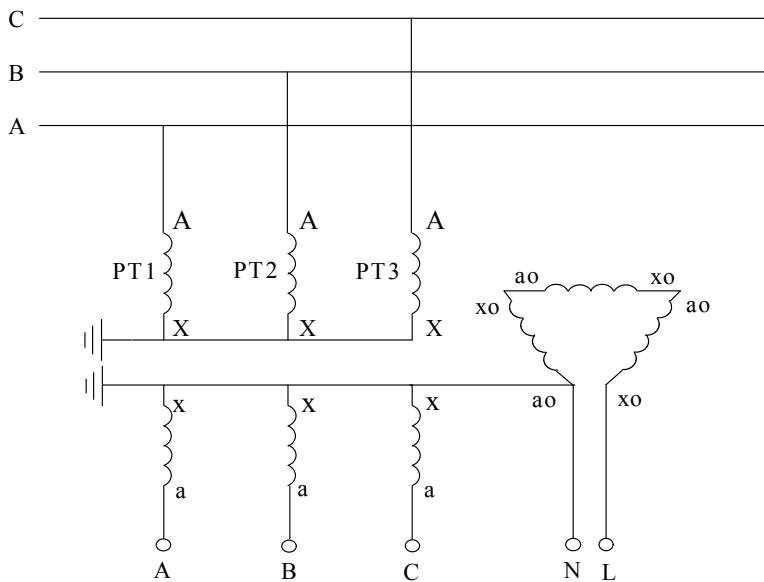
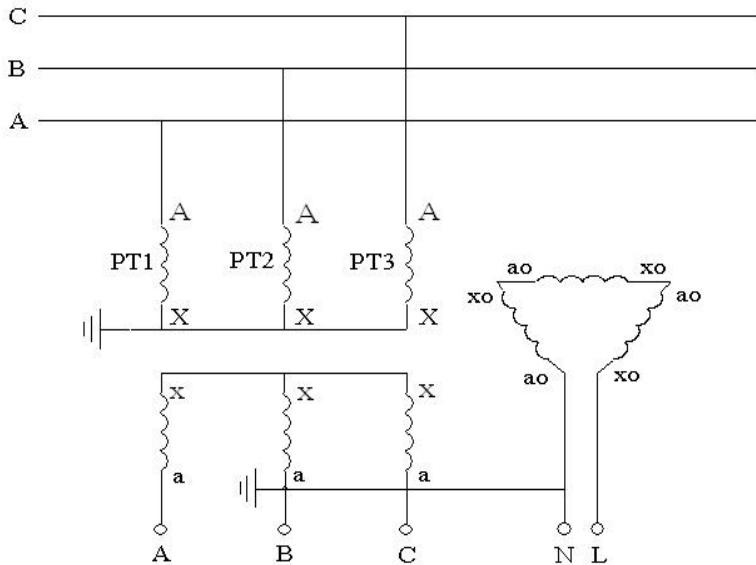

图 5 3PT 连接方式, N 接地
图 6 3PT 连接方式, B 相接地
这种连接方式分“N 接地”、“B 相接地”两种，分别如图 5 和图 6 所示。
图 5、图 6 所示的系统运行方式是从 PT 开口三角测量系统电容电流时所必须的运行方式。而对于一般的系统, 并不都是处于这样的运行方式下, 例如在系统中还接有消弧线圈、PT 高压侧中性点接有高阻消谐器、PT 开口三角接有二次消谐装置等。这时, 为了使用测试仪进行容性电流的测量, 必须将运行方式转换为图 5 或图 6 所示的运行方式。
- (1) 检查测量用的 PT 高压侧中性点是否安装有高阻消谐器，如有，将其短接。从测量原理可知，选用哪组 PT 进行测量，我们就只考虑这组 PT 的接线情况。而无需关心系统内的其他 PT 的情况。如果系统中有些 PT 安装高阻消谐器，有些没安装，则完全可以从没有安装高阻消谐器的 PT 进行测量，这样可以省去短接消谐器的工作。
- (2) 检查消弧线圈是否全部退出运行。在有电气联系的被测电压等级系统中所有消弧线圈均要退出运行，并非只退出该变电站的消弧线圈。同时只考虑被测电压等级的情况，无需考虑其他电压等级的情况。例如，被测变电站 A 为 10kV 系统，并通过联络线与变电站 B 的 10kV 系统相连，变电站 A 有 2 台消弧线圈，变电站 B 有 1 台消弧线圈，则测量时有电气联系的这 3 台消弧线圈均要退出运行；而 35kV 系统有无消弧线圈则无需考虑。
- (3) 退出 PT 开口三角的消谐装置。如果经过实测证明，开口三角所接的某些厂家某些型号的二次消谐装置对测量结果没有影响，则消谐装置可以不退出运行。一般对于微电脑控制的消谐器，其只有在系统有谐振发生时才动作，该类消谐器一般对测量无影响。
- (4) 如果 PT 二次侧并列运行（很少见），则将其改为单独运行。
- (5) 确保将测试仪的电流输出端正确接到图 6 的开口三角 N-L 上。一般在二次的端子编号为 N600 和 L630。为了确保连接正确，可以按下列方法进行检查：用万用表分别测量 PT 二次侧三相电压和开口三角电压；将三相电压中的最大值减去最小值得到的差和开口三角电压比较，如果两者差不多，就说明找到的开口三角端是正确的；